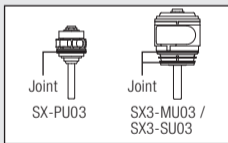

Fig. 41
- Assurez-vous que les joints sont correctement positionnés sur la cartouche (à l'exclusion Pana-Max2) (Fig. 41).